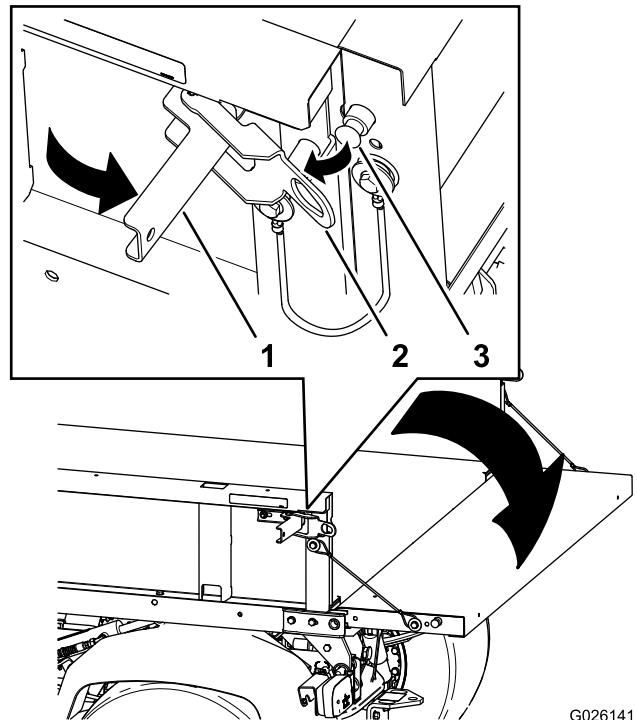

Figura 13
2. Abra os trincos nos lados esquerdo e direito da caixa de carga e baixe a porta traseira (Figura 13).